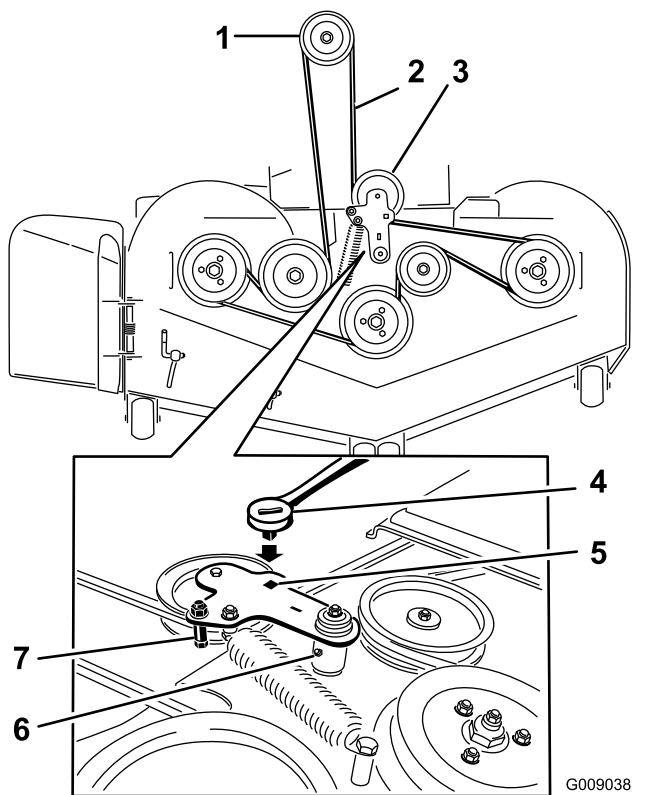

Figure 97
- Soulevez le bac de plancher et insérez un rochet dans le trou carré de la poulie de tension du tablier (Figure 97).
- Tournez la poulie de tension dans le sens horaire et déposez la courroie du tablier (Figure 97).